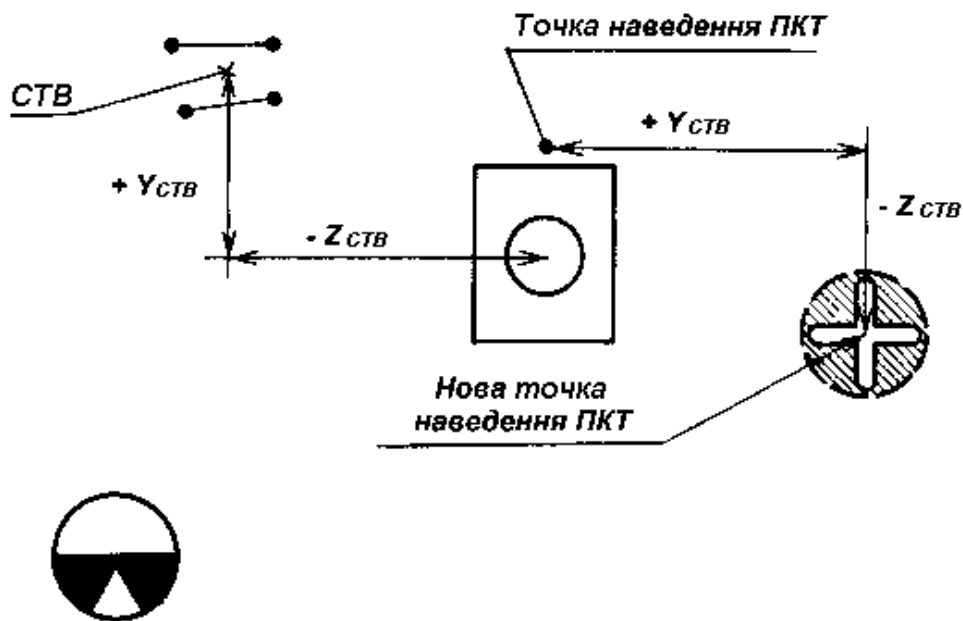

Рис. 107. Корегування положення стволу
- знайдені координати відкласти зі зворотним знаком від точки наведення ПКТ на мішені для пристрілювання та накласти чорне коло з білим хрестом на цю нову точку наведення (рис. 107);